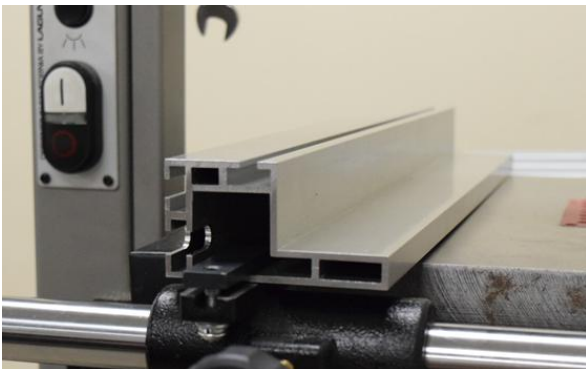

Abb. 37
5. Stellen Sie sicher, dass der Anschlag parallel zum Sägeband und zum Schlitz der Gehrungslehre ist, und korrigieren Sie gegebenenfalls Abweichungen (Abb. 37).